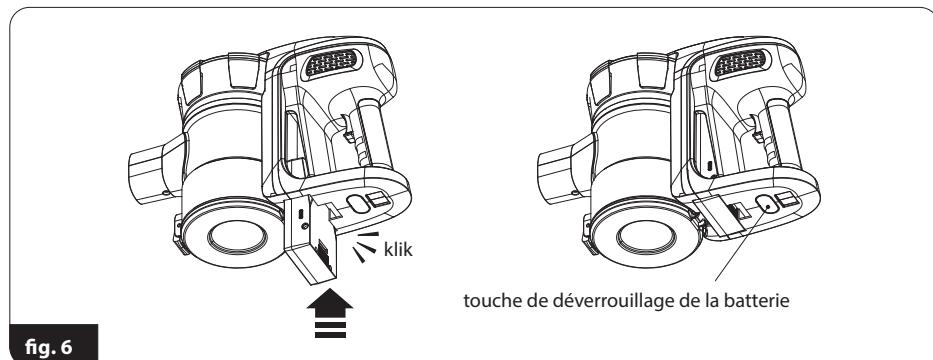

fig. 6
1. Installez le bloc-piles (4) dans l'unité moteur (1). Assurez-vous qu'il est correctement placé dans l'aspirateur (fig.6). Il n'est possible de retirer la batterie de l'aspirateur que lorsque vous appuyez sur le bouton (5) et le maintenez enfoncé.